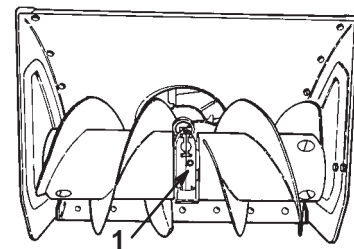

Bild 26
4. Reinigen Sie den Bereich um den Rohrverschluss (Bild 26).
5. Entfernen Sie den Rohrverschluss vom Getriebe (Bild 26).